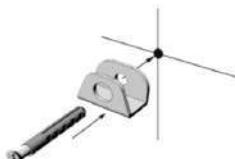
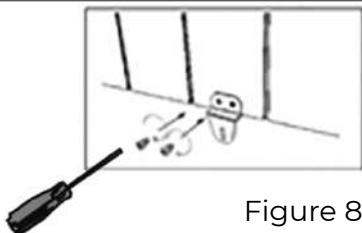

Figure 6
Figure 8
3. Enfoncez les deux chevilles (D) dans les deux trous et fixez les deux crochets (C) avec les deux vis (D). (Figure 6 et 7).
4. Vissez les deux supports (A) (ou un support, selon le modèle) à l'arrière du radiateur avec les quatre vis (E) (ou deux vis, selon le modèle).
Remarque : les deux supports (A) sont vissés dans les trous situés sur la partie arrière inférieure du radiateur, aux deux extrémités. (Figure 8).